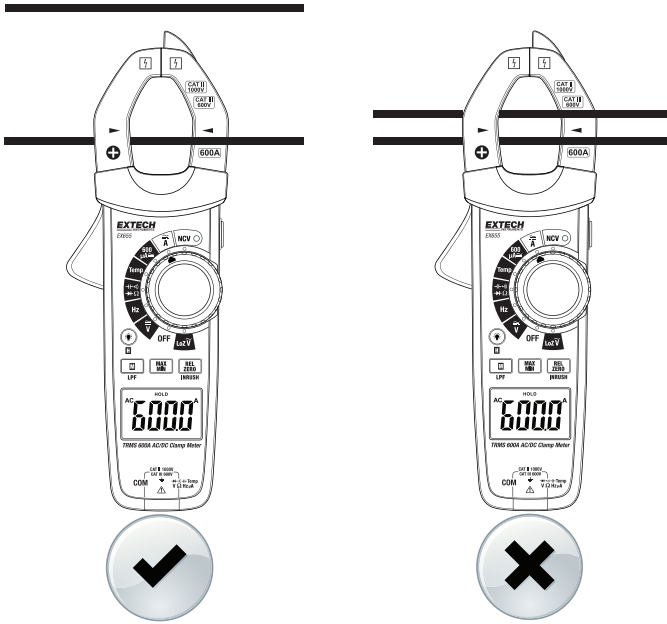

图 4-3 正确与错误的钳口操作
4. 按下触发器可打开钳口。只能将一个导体完全卡在钳口中（请参见图 4-3）。为获得最佳结果，应使导体处于钳口中心。